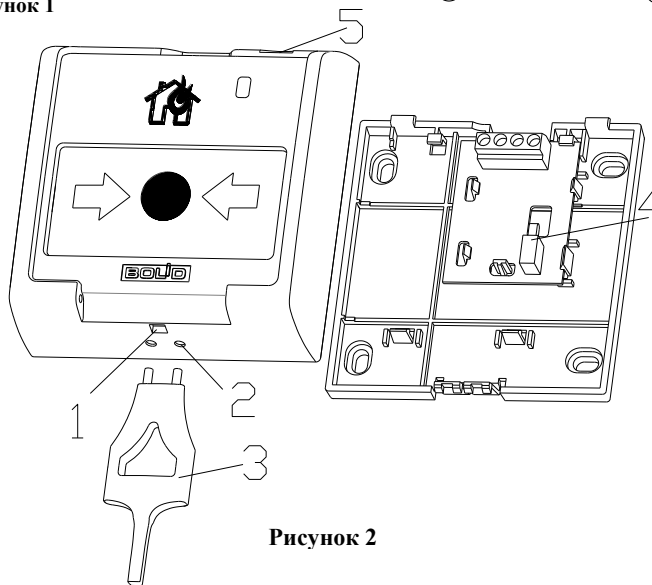

Рисунок 2
Командой «Программирование адреса устройства» можно задать адрес извещателя независимо от того, какой ему адрес присвоен на данный момент. Это может быть использовано в случае назначения одинаковых адресов двум и более устройствам. Для этого необходимо с пульта или компьютера подать команду на программирование с номером требуемого адреса. Светодиодный индикатор извещателя перейдет в режим четырехкратных миганий с периодом 4 секунды. После этого в течение не более 5 минут открыть корпус извещателя и, используя кнопку формирования события «Пожар2» (см. рис. 2, позиция 4), набрать комбинацию из 3-х длинных (более 1 с, но не менее 3 с) и 1-го короткого нажатия (менее 0,5 с), длительность паузы между нажатиями не более 0,5 с. При этом на пульте или компьютере отобразятся события о потере связи с устройством по старому адресу и о восстановлении связи с устройством по запрограммированному адресу. Если устройства имели одинаковый адрес, то сообщения о потере связи по старому адресу не будет.
2.6.4 Перевести извещатель в состояние «Норма» поворотом специального ключа (поз. 5 рис. 2) в соответствующем отверстии извещателя. Зафиксировать переход светового индикатора извещателя в режим одиночных миганий. Затем с помощью пульта или компьютера дать команду на сброс тревоги от извещателя. Если сообщение «Пожар2» не поступает на пульт или компьютер, значит извещатель неисправен и его необходимо заменить.